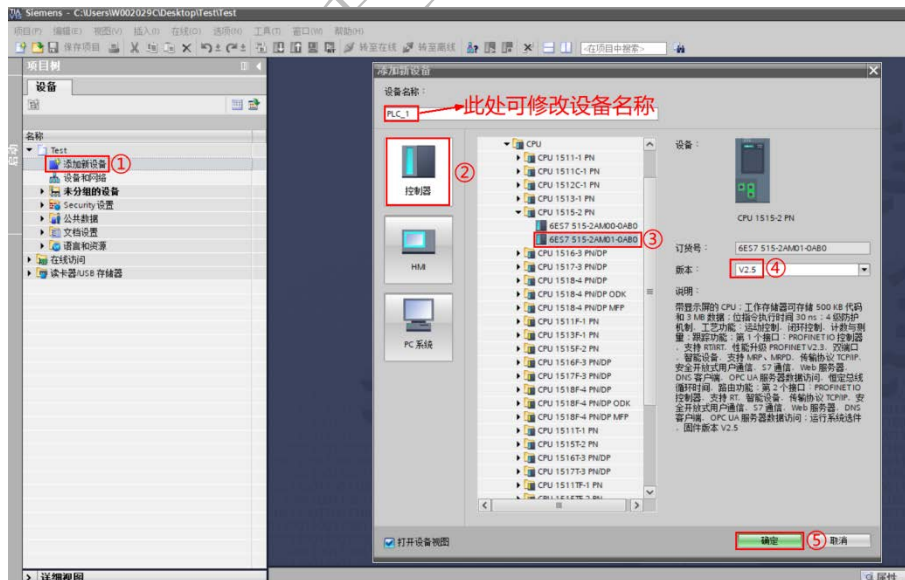

图 3.2 添加新设备
- 2) 在【新手上路】界面点击【打开项目视图】，在项目视图界面双击【添加新设备】打开其窗口，选择添加新设备菜单，填写设备名称，并依据产品订货号选择相应控制器（同时要注意设备的版本号），点击【确定】按钮，如图 3.2 所示。